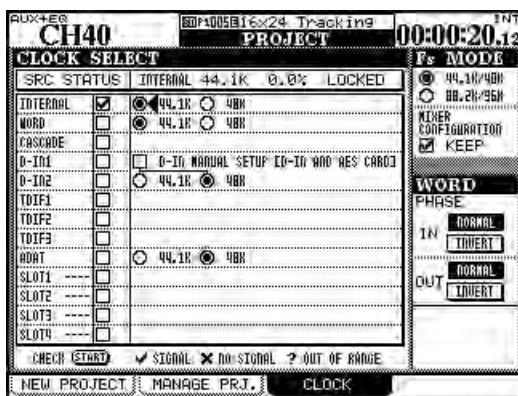

Figure 3.8: Ecran PROJECT CLOCK
**Fs MODE** Le premier élément à sélectionner est l'emploi d'une horloge normale ou à haute-vitesse. Quand l'option du bas (88.2K/96K c'est-à-dire haute vitesse) est sélectionnée, de nombreuses légendes 44.1K et 48K changent à l'écran (comme représenté ci-dessus dans la Figure 3.8, *Ecran PROJECT CLOCK*) respectivement pour 88.2K et 96K.